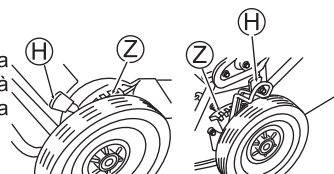

Fig. 21
- 2 Incline a alavanca de ajuste da altura de corte (H) em direção à lateral da roda, separando-a dos dentes (Z). (Veja as fig. 21 e 22)